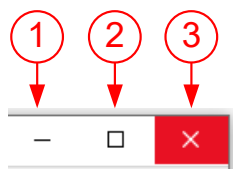

Рисунок 4 – Меню окна в полноэкранном режиме
В полноэкранном режиме *меню окна* имеет вид, показанный на рис. 4.
- кнопка «Свернуть» (см. рис. 4, поз. 1);
- кнопка «Восстановить» (см. рис. 4, поз. 2);
- кнопка «Закрыть» (см. рис. 4, поз. 3).